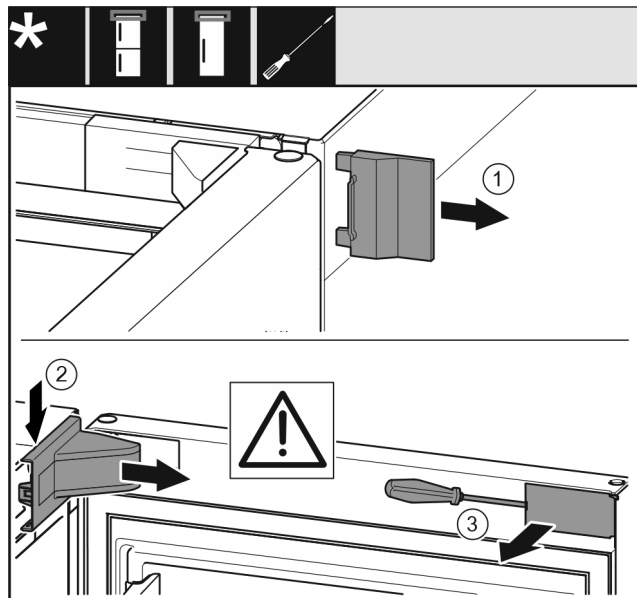

Fig. 8
► 取下外盖 Fig. 8 (1)。
► 拆卸并取下托架盖 Fig. 8 (2)。
► 使用带槽螺丝刀松开隔板 Fig. 8 (3)并把它转到一边。